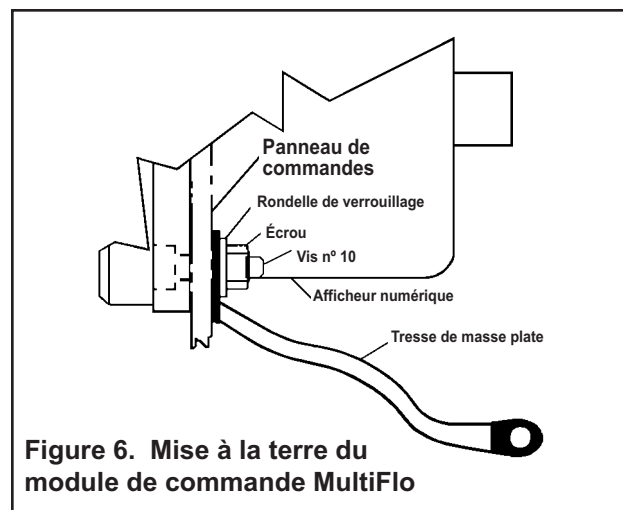

Figure 6. Mise à la terre du module de commande MultiFlo
**REMARQUE :** Assurez-vous que le panneau de montage du module de commande est correctement mis à la terre. Pour les panneaux recouverts de vinyle ou en acier inoxydable, une tresse de masse plate de 13 mm (1/2 po) de largeur doit être fixée à l'une des quatre vis maintenant le module de commande au châssis du camion à incendie afin de garantir une mise à la terre adéquate (voir la figure 6).